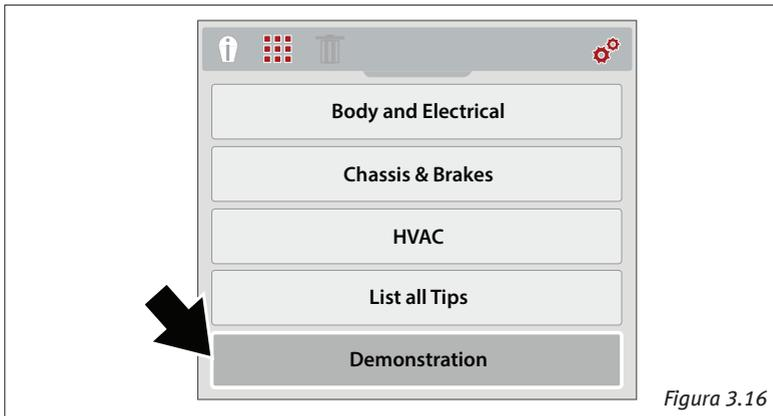

Figura 3.16
1. No menu Dicas dos Especialistas, selecione Demonstração (Figura 3.16). Consulte “Dicas dos especialistas” na página 20 para navegar até o menu Dicas dos Especialistas.